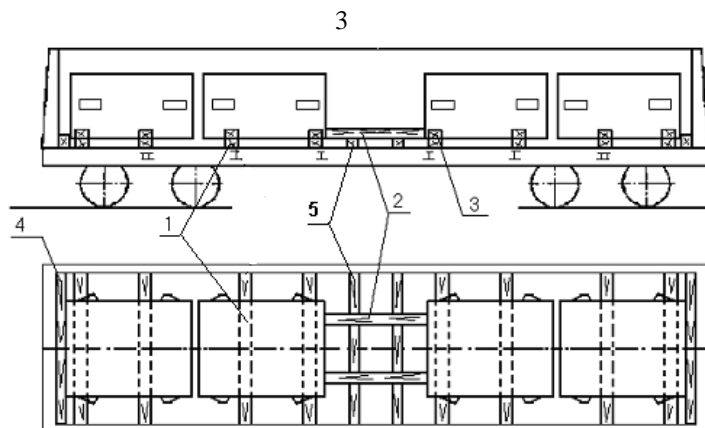

Рисунок 134
6.17. Изложницы массой свыше 14 т до 16 т включительно размещают вдоль полувагона симметрично продольной и поперечной плоскостям симметрии вагона (рисунок 134). Изложницы устанавливают на поперечные подкладки сечением не менее 50x150 мм и длиной, равной ширине полувагона.